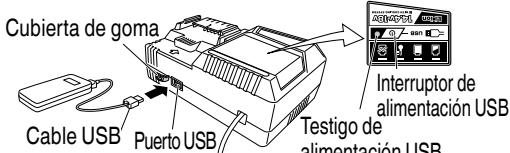

Fig. 10
## (2) Encienda el enchufe de alimentación USB (Fig. 10)
## (3) Conecte el cable USB. (Fig. 10)
- Apague el interruptor de alimentación USB y desenchufe el cable de alimentación de la toma de alimentación eléctrica. (Fig. 10)